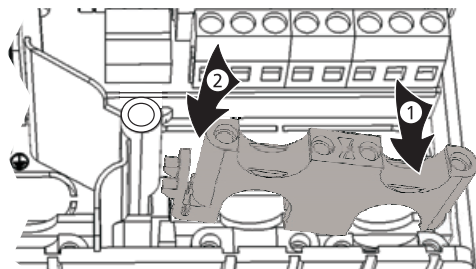

Fig. 4: introduction du pont de plastique droit
1. Introduisez d'abord le taquet d'enclenchement du pont de plastique droit ① (Fig. 4).
2. Pressez l'autre côté du pont de plastique vers le bas ② jusqu'à l'enclenchement de la borne à ressort.